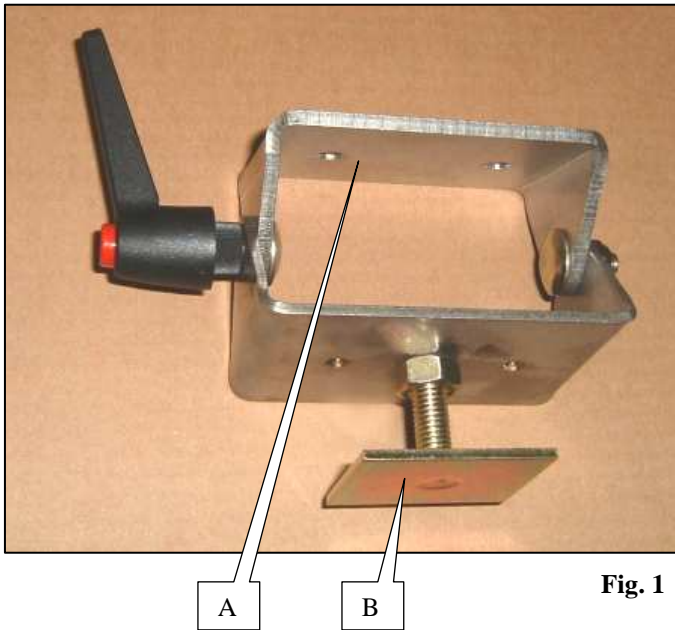
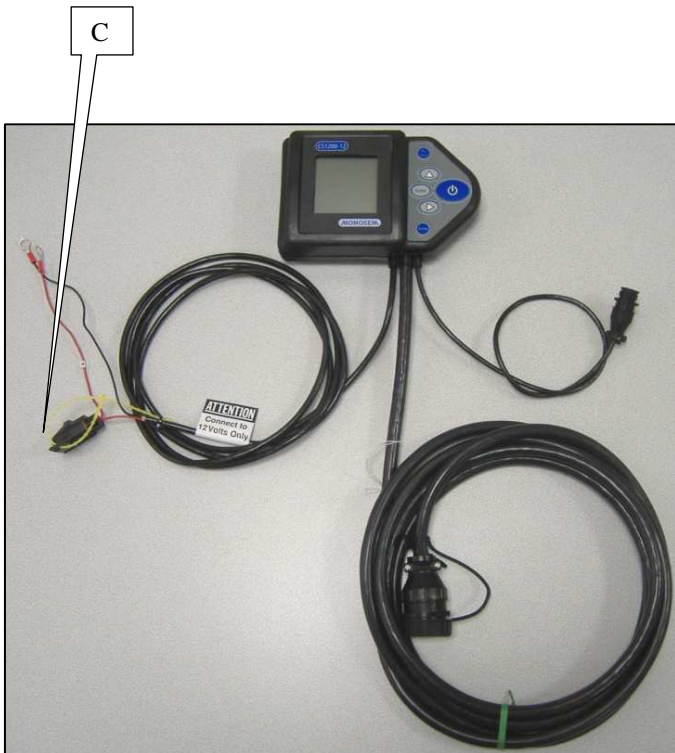

Fig. 1
Fig. 2
De montagekit bestaat uit een bevestigingsteun op de zaaimachine A (Fig. 1) of een bevestigingsteun op het wielrad B (Fig. 2)
- Installeer de steun op het chassis van de zaaimachine C (zie Fig. 1 en 2).
Il kit di montaggio comprende un supporto di fissaggio sulla seminatrice A (Fig.1) o un supporto di fissaggio sul blocco ruota B (Fig.2).
-Installare il supporto sul telaio della seminatrice C (veda Fig. 1 e 2).
Installer la console dans la cabine du tracteur à un endroit où elle est facilement visible et accessible. Pour cela, utiliser le support A (fig. 1) fourni avec la console.
Le plat B (fig. 1) est à clipser sur l'arrière de la console.
Le contrôleur de semis MONOSEM CS 1200-12 fonctionne uniquement avec du 12 Volts. Le câble d'alimentation de la console est composé de deux fils. **Le fil rouge équipé d'un porte fusible C (Fig. 2) est câblé sur la borne (+) de la batterie, le fil noir sur la borne (-) de la batterie.**
Un fusible dans son porte fusible C (fig. 2) protège le circuit électrique.
Install the console in the tractor cab in a place where it is easily visible and accessible. Use mounting A (fig. 1) provided with the console.
The flat B (fig. 1) is to be fitted onto the back of the console.
The MONOSEM CS 1200-12 sowing controller must be powered by a 12 Volt supply only. The console's supply cable consists of two wires. **The red wire fitted with a fuse holder C (Fig. 2) is wired to the battery's (+) terminal and the black wire to the battery's (-) terminal.**
A fuse in its fuse holder C (fig. 2) protects the electric circuit.
Die Steuerkonsole in der Traktorkabine an einer Stelle anbringen, wo sie gut sichtbar und leicht zugänglich ist. Hierfür die mit der Steuerkonsole mitgelieferte Halterung A (Abb. 1) verwenden.
Das Flacheisen B (Abb. 1) muss auf der Konsolenrückseite eingeklinkt werden.
Das Süberwachungsgerät MONOSEM CS 1200-12 funktioniert nur mit 12-Volt-Strom. Das Stromkabel der Steuerkonsole besteht aus zwei Drähten. **Das rote, mit einem Sicherungsträger C (Abb. 2) ausgestattete Kabel wird am Pluspol (+) der Batterie, das schwarze Kabel am Minuspol (-) der Batterie angeschlossen.**
Eine Sicherung im Sicherungsträger C (Abb. 2) schützt den Stromkreis.
Installeer de console in de tractorcabine waar deze gemakkelijk zichtbaar en bereikbaar is. Gebruik hiervoor de steun A (fig. 1) geleverd bij de console.
De plaat B (fig. 1) wordt op de achterzijde van de console geklikt.
De zaaicontroller MONOSEM CS 1200-12 functioneert alleen op 12 Volt. De elektricitetskabel van de console bestaat uit twee draden. **De rode draad uitgerust met een zekeringhouder C (Fig. 2) wordt aangesloten op de pluspool (+) van de accu, de zwarte draad op de minpool (-) van de accu.**
Een zekering in de zekeringhouder C (fig. 2) beschermt het elektrische circuit.